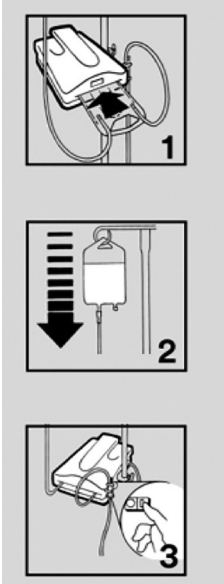

Figura 4
- 2. Coloque o cassete de irrigação na ranhura da unidade de aquecimento. O cassete só pode ser encaixado no dispositivo de uma maneira (consulte a Figura 4, nº 1).
- 3. Prepare o conjunto de aquecimento. Para obter mais informações sobre como preparar o conjunto, consulte as instruções fornecidas com os conjuntos de aquecimento (consulte a Figura 4, nº 2).
- 4. Conecte o cabo de alimentação a uma tomada apropriada. Ligue a unidade (consulte a Figura 4, nº 3). Dentro de alguns segundos, o display alfanumérico se iluminará. Demora menos de 2 minutos para aquecer até a temperatura nominal de 41 °C.